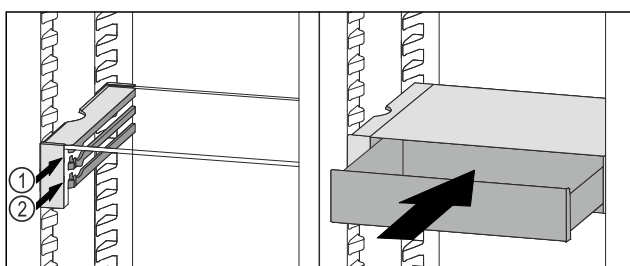

Fig. 38
- ▶ Placer le tiroir VarioSafe derrière les butées sur la nervure désirée Fig. 38 (1) ou Fig. 38 (2).